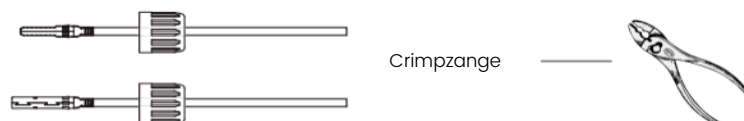

Abbildung 2.13 Crimpzange zum Crimpen von Metallklemmen
2. Crimpen Sie die Metallklemme mit einer Crimpzange, wie in Abbildung 2.13 dargestellt.